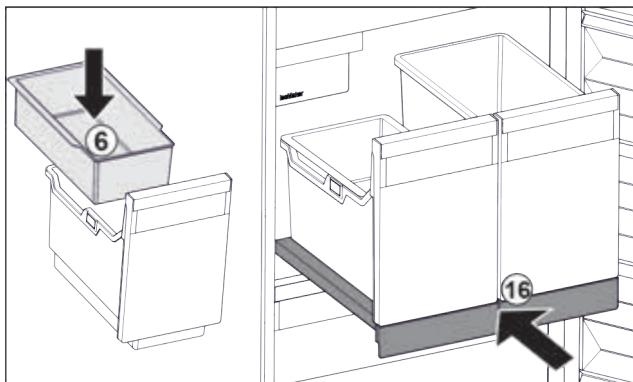

Fig. 91
- Встановити підвісний лоток Fig. 91 (6) для кубиків льоду.
- Встановити витяжну панель з резервуаром (IceTower). Fig. 91 (16)